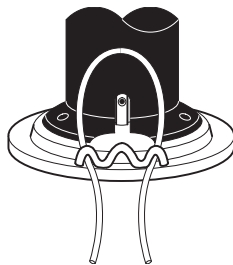

Рис. 10
4. Продеть концы нового корда в крайние петли (Рис.10).